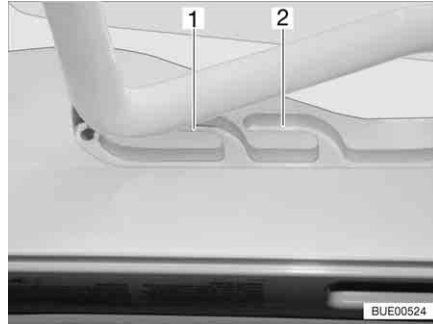
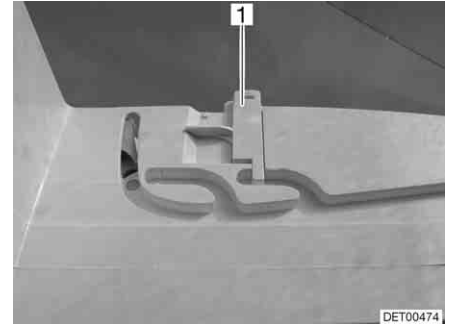

Bild 106 Heki-Dachhaube in Lüftungsstellung
Bild 107 Verriegelung Lüftungsstellung
Die Heki-Dachhaube kann in zwei Lüftungsstellungen gebracht werden: Schlechtwetterstellung (Bild 106,1) und Mittelstellung (Bild 106,2). Je nach Modell kann die Dachhaube in der Mittelstellung mit dem Riegel (Bild 107,1) verriegelt werden.
- Den Bügel leicht nach oben drücken und in die gewählte Führung (Bild 106,1 oder 2) schieben und ggf. verriegeln.